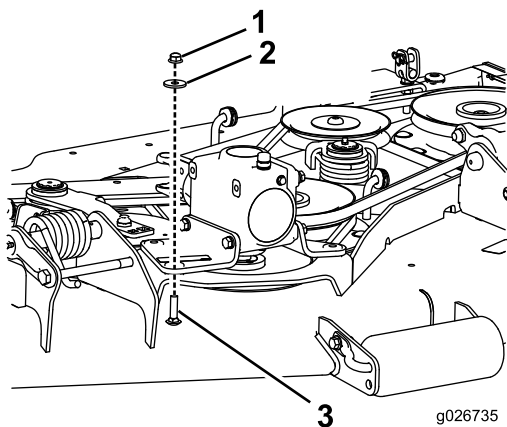

Figura 4
1. Retire las tuercas y las arandelas de los pernos de cuello cuadrado que sujetan la parte delantera de los soportes de montaje de la caja de engranajes a la carcasa de corte (Figura 4).